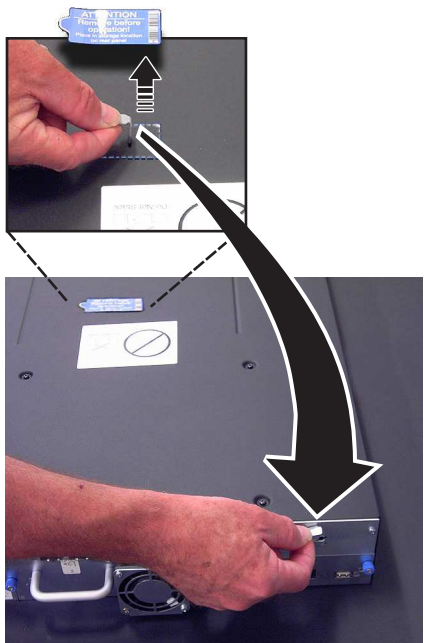

Figure 149. Retrait de l'étiquette et de la clé de verrouillage situées sur le dessus de la bandothèque et stockage sur le panneau arrière
4. Retirez la clé de verrouillage située sur le dessus du boîtier de remplacement de la bandothèque (voir figure 149, à la page 213).